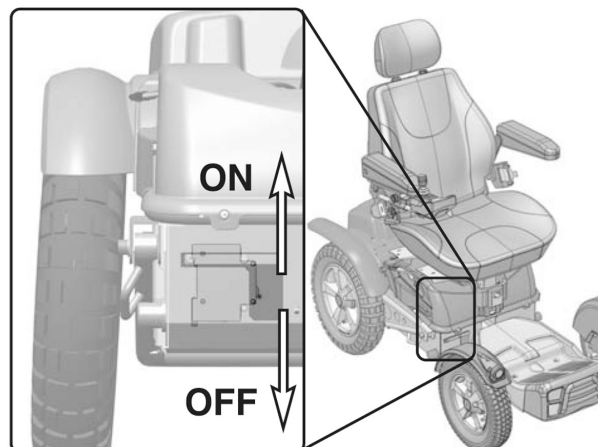

Bild 11. Huvudsäkring/Batterifrånskiljare (Av-På)
2. Stäng av strömförsörjningen via AV/På knappen på manöverpanelen och ställ den automatiska huvudsäkringen i läge Av (Off). Den är åtkomlig genom ett urtag på chassit. Se bild. 11.
5. Ställ den automatiska huvudsäkringen i läge På (On). Den är åtkomlig genom ett urtag på chassit. Se bild. 11.